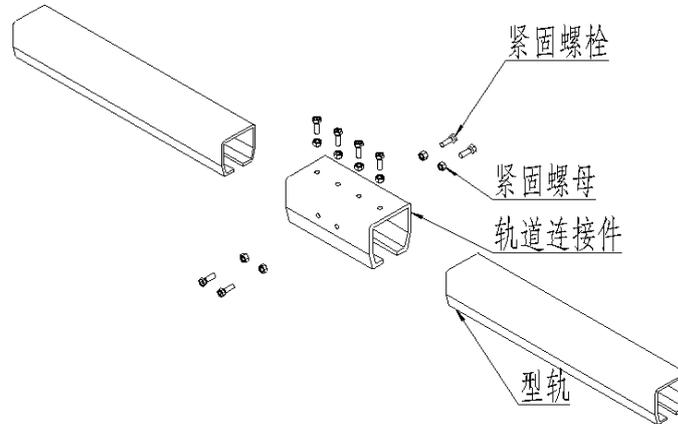

图 2D
- b) 将另一段固定单轨滑入拼装接头，使固定单轨对接端尽可能的靠近，将拼装接头正中部处在两段型轨的拼接点上(图 2D)。